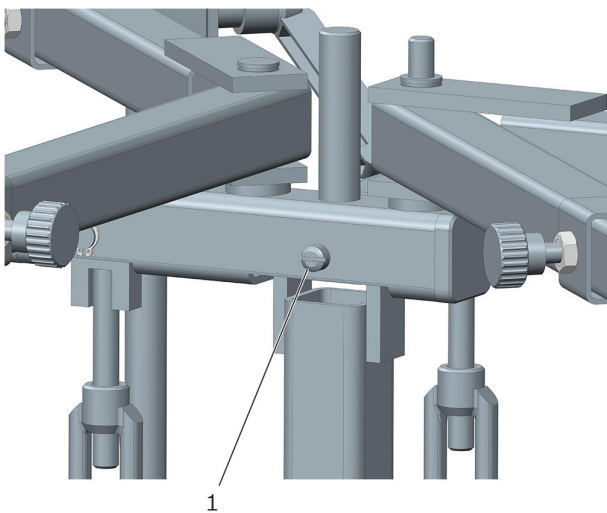

Bild 11: Position Schaftschraube 1, Schaftschraube 2 gegenüberliegend (verdeckt)
- ▶ Ordnungsgemäße Verschraubung der Schaftschrauben (2 Stück) im Schwenkbereich der Getriebeaufnahme sicherstellen (siehe Bild 11).